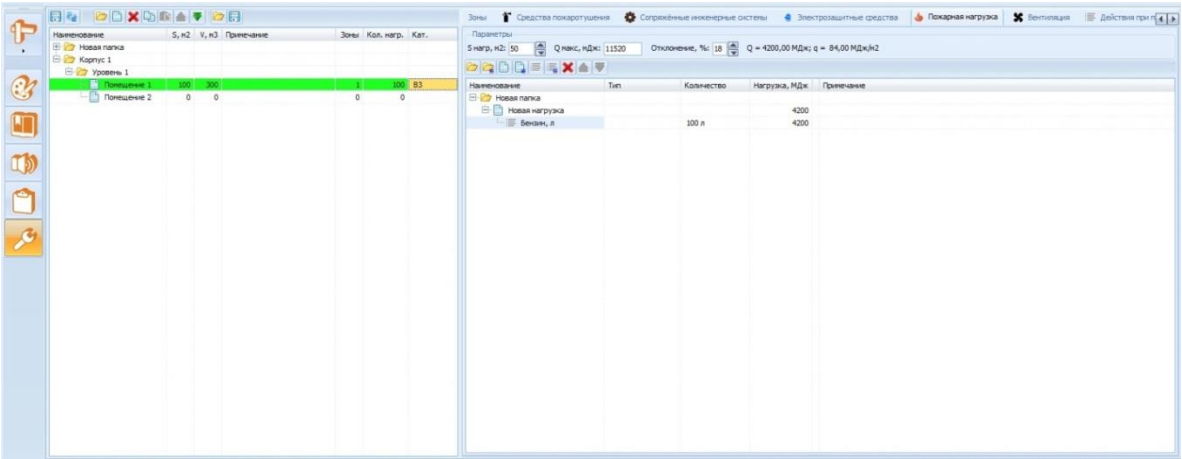

Рисунок 17.27 – Расчет пожарной нагрузки помещения
1) в поле **Параметры** ввести площадь помещения, которая участвует в расчетах (это необязательно все помещение) $S_{нагр}$, m^2 (рисунок 17.27), максимально допустимую нагрузку для выбранной категории пожарной опасности помещения – $Q_{макс}$, МДж, допустимое отклонение расчетной пожарной нагрузки от допустимой – *Отклонение %*.